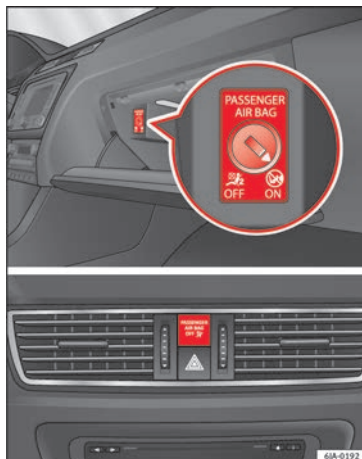

Fig. 81 Conmutador del airbag frontal del acompañante/testigo para desconexión de airbag del acompañante.
- el airbag desconectado está señalizado mediante el testigo **OFF**  que se ilumina en la inscripción **PASSENGER AIR BAG OFF**  colocada en la parte central del tablero de instrumentos » fig. 81 (3).
- Introduzca el espadín de la llave en la ranura prevista en el conmutador de desconexión del airbag del acompañante » **fig. 81**. El espadín debe entrar aproximadamente 3/4 de su longitud, hasta llegar al tope.